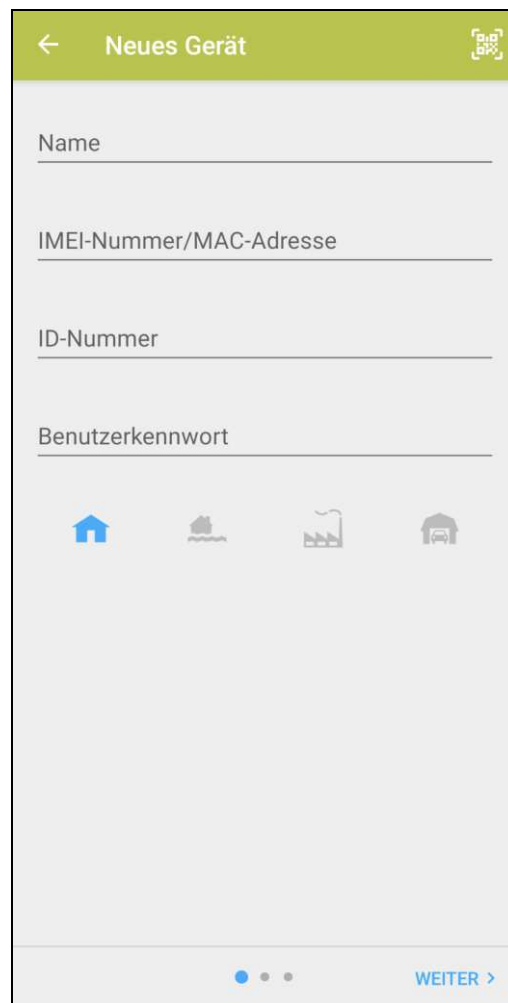

Abb. 4. PERFECTA CONTROL App (Android): Bildschirm zum Hinzufügen eines neuen Alarmsystems.
3. Es wird ein Bildschirm zum Hinzufügen eines neuen Alarmsystems angezeigt (Abb. 4).